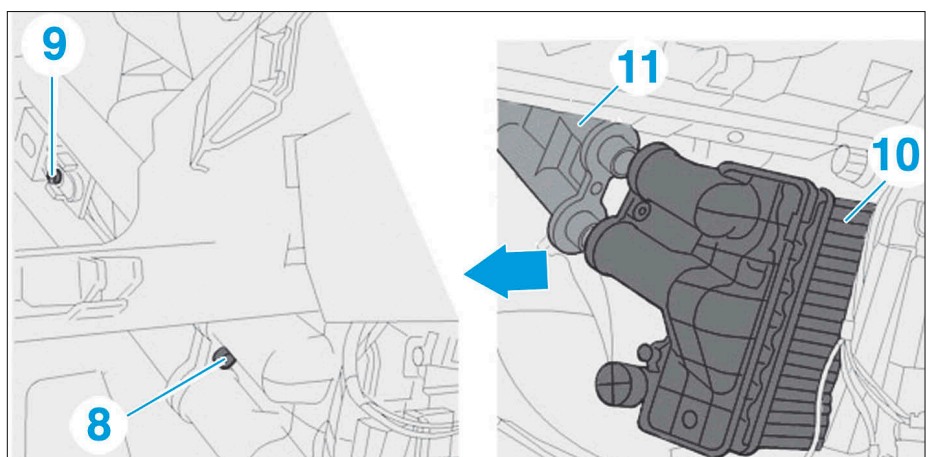

FIG. 15
- Déposer les vis (8) et (9) (Fig.15).